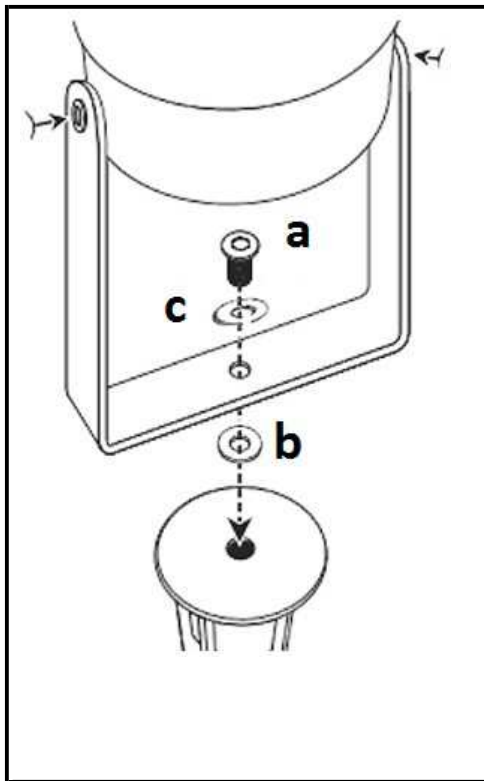

FIG. 2
3. Introduire la rondelle à ressort ainsi que la vis à 6 pans à l'intérieur du bras orientable du spot LED (Voir figure 2).